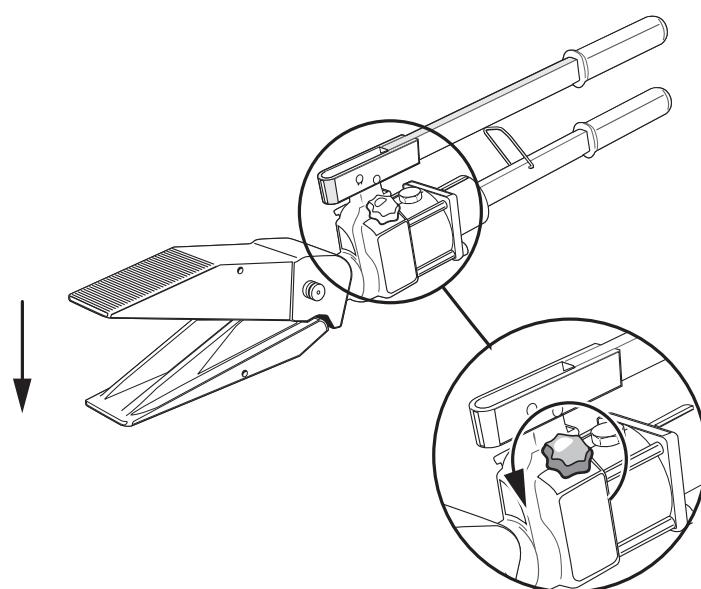

Fig. 5
- Abrir la válvula de descarga girando el mando de descarga en sentido antihorario (Fig. 5). La herramienta se cierra.
- Abrir a válvula de descarga girando o comando de descarga no sentido contrário aos ponteiros do relógio (Fig.5). As maxilas fecham.